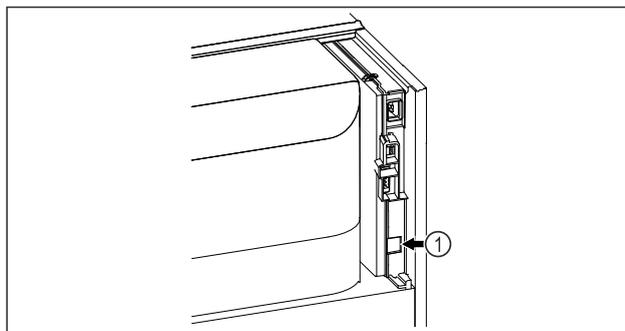

Fig. 47
- Le SmartModule Fig. 47 (1) est installé.